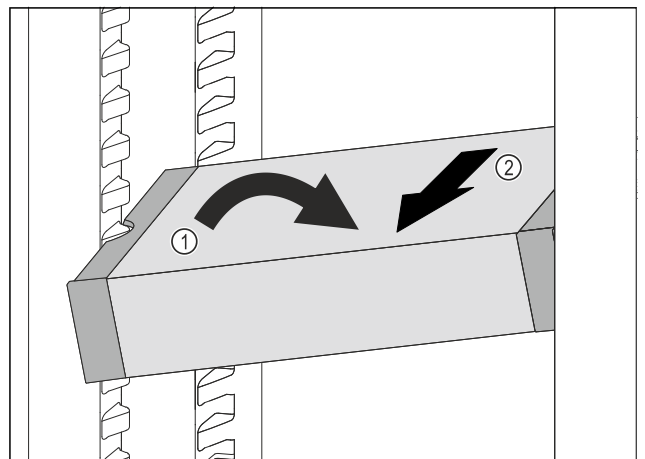

Fig. 110
- ▶ Incliner le VarioSafe dans la partie réfrigérateur. Fig. 110 (1)
- ▶ Sortir le tiroir VarioSafe par l'avant. Fig. 110 (2)